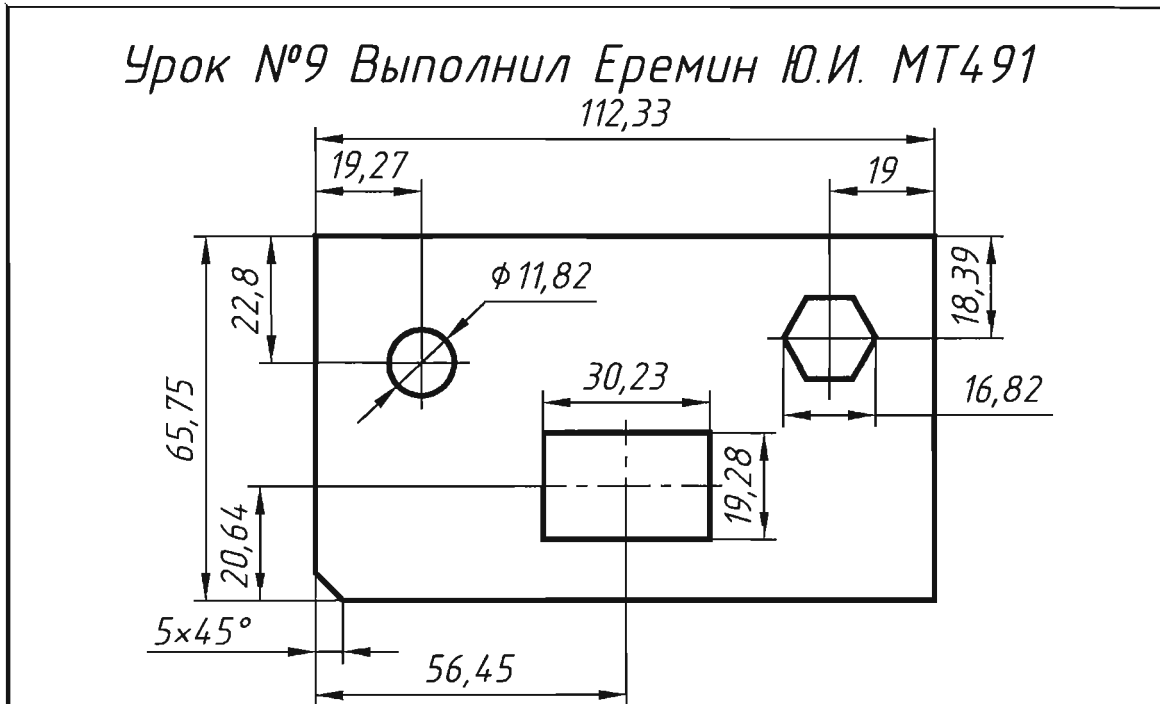

Рис. 10.1. Чертеж детали
10.2.1. Начертить деталь, проставить размеры. В построениях использовать привязку **Snap From** (Смещение) и режим объектного слежения **OTRACK** (рис. 10.1).